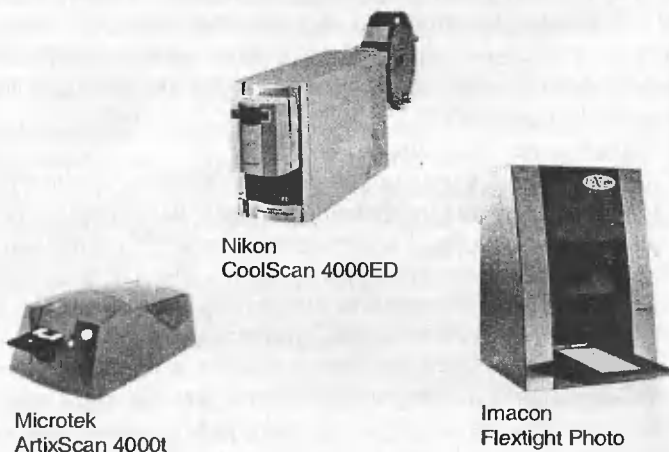

Рис. 1.41. Плёночные сканеры
- *плёночные* – предназначены исключительно для сканирования слайдов и негативов. Отличаются малыми размерами и высоким качеством сканирования (разрешение таких устройств может достигать 4000×4000 dpi, как у моделей Microtek ArtixScan 4000t и Nikon CoolScan 4000ED (см. рис. 1.41));